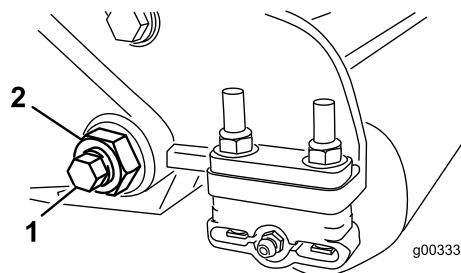
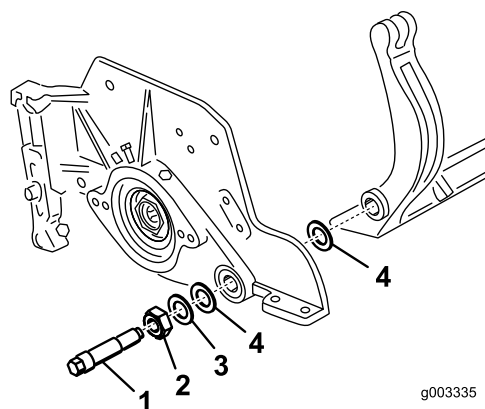

Figura 27
Figura 28
3. Desaperte a porca de bloqueio que segura a cavilha da barra de apoio, em cada um dos lados da máquina (Figura 27).
4. Remova cada uma das cavilhas da barra de apoio, de modo a permitir puxá-la e retirá-la da máquina (Figura 27). Guarde as duas anilhas de nylon e a anilha de aço prensado de cada uma das extremidades da barra de apoio (Figura 28).
2. Fixe a barra de apoio a cada um dos lados da placa lateral com as cavilhas (porcas flangeadas nas cavilhas) e com as 6 arruelas. Deve colocar uma anilha de nylon em cada um dos lados da placa lateral. Coloque uma arruela de aço no exterior de cada uma das arruelas de nylon (Figura 28). Aperte os parafusos com 37–45 Nm. Aperte as porcas até que a anilha de aço exterior pare de rodar e a folga seja removida, mas não aperte em demasiado nem desvie as placas laterais. As arruelas podem ter uma folga interna.
cavilhas) e com as 6 arruelas. Deve colocar uma anilha de nylon em cada um dos lados da placa lateral. Coloque uma arruela de aço no exterior de cada uma das arruelas de nylon (Figura 30). Aperte os parafusos com 27-45 Nm. Aperte as porcas até que a anilha de aço exterior pare de rodar e a folga seja removida, mas não aperte em demasiado nem desvie as placas laterais. As arruelas podem ter uma folga interna (Figura 28).